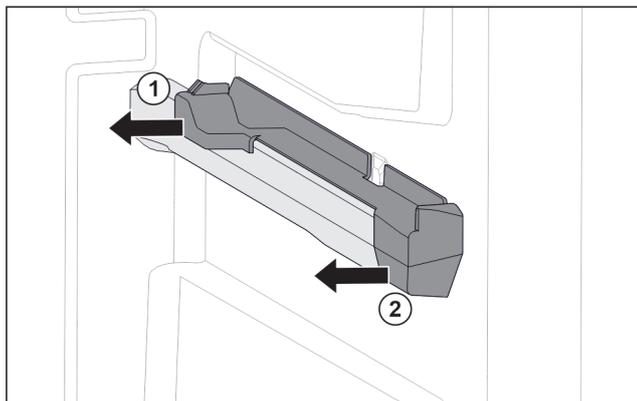

Fig. 107 右侧容器肋梁上的插装件
- ▶ 将插装件后部拉到一侧。 Fig. 107 (1)
- ▶ 将插装件前部拉到一侧。 Fig. 107 (2)